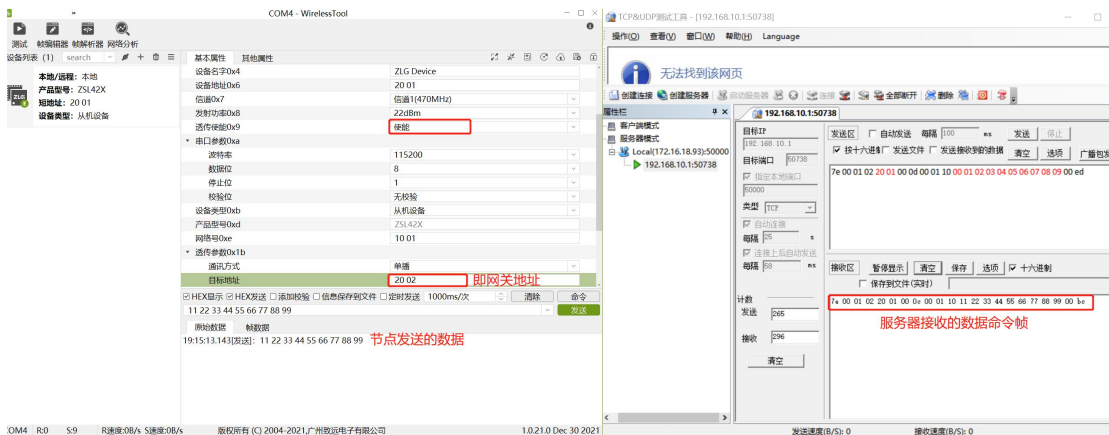

图 4.46 服务器使用命令帧接收数据
2) TCP 服务器接收到 0x2001 节点发送的 16 进制数据：11 22 33 44 55 66 77 88 99，如图 4.46 所示，接收到的命令帧：